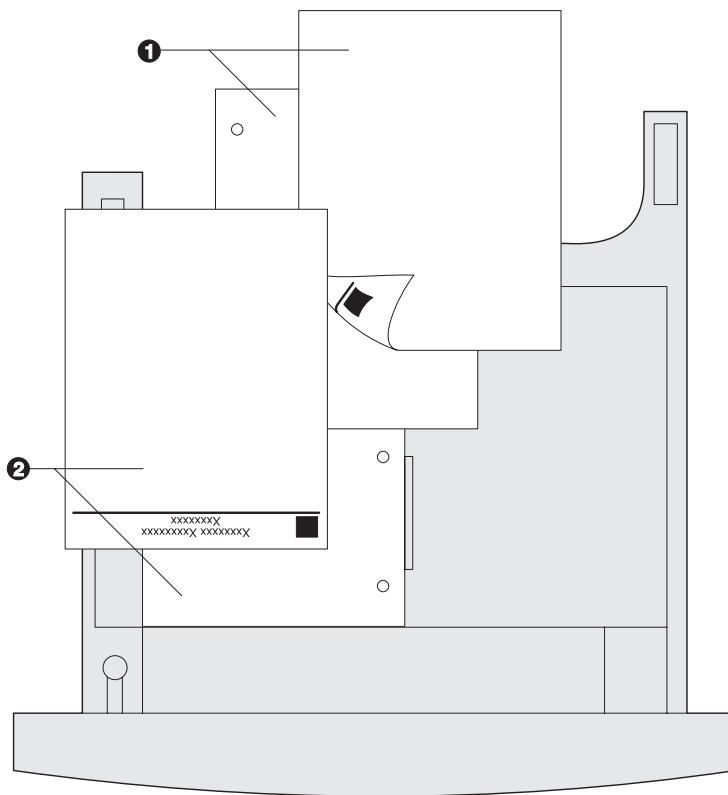

Figura 2.2 Orientación de las bandejas 1, 2 y 3 (alimentación por borde corto)
- 5** Coloque el papel en la bandeja, entre las guías de papel (vea la Figura 2.1 en la página 2-12 y la Figura 2.2 en la página 2-13 para la orientación).